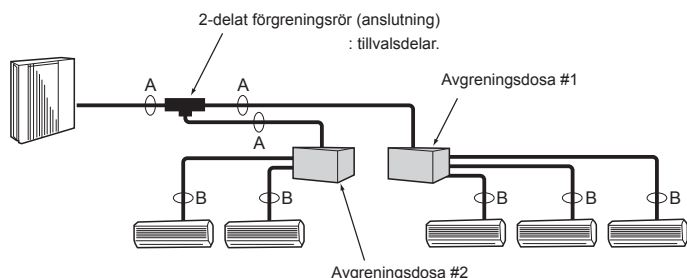

Fig. 4-3
4.3.2. Anslutning med Avgreningsdosa (Fig. 4-3)